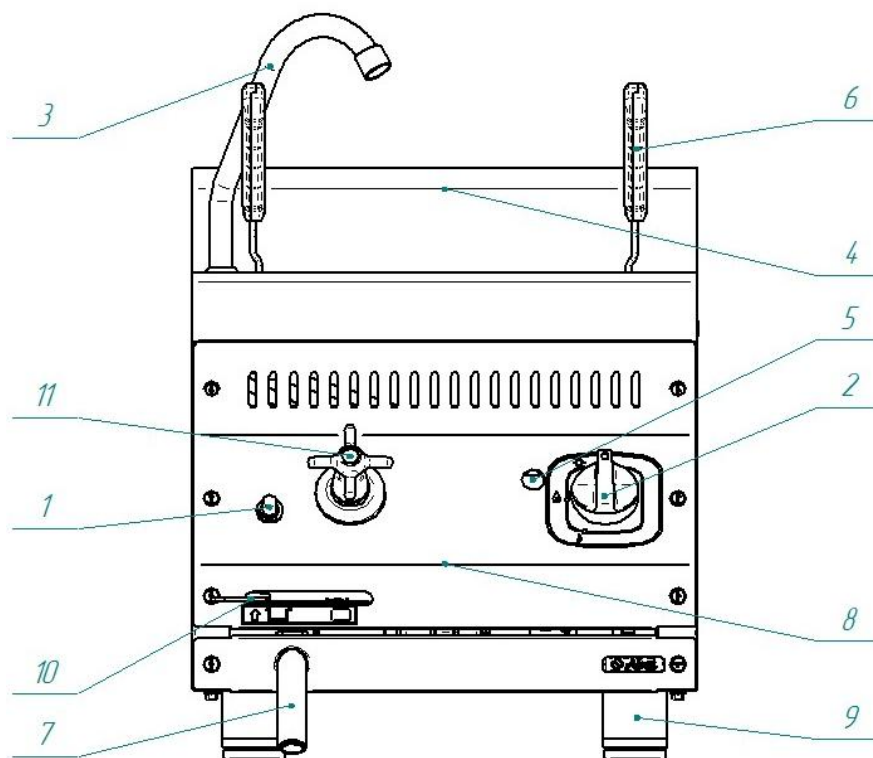
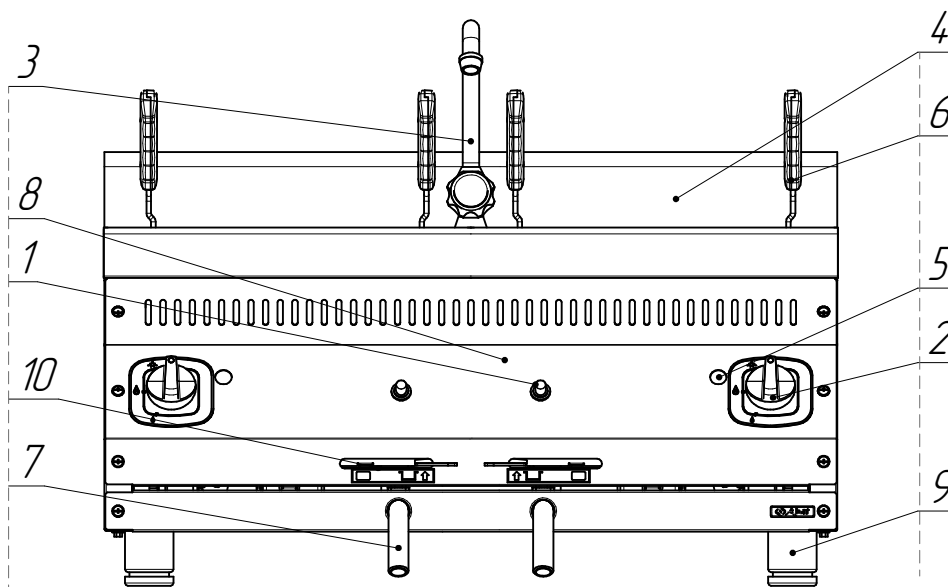
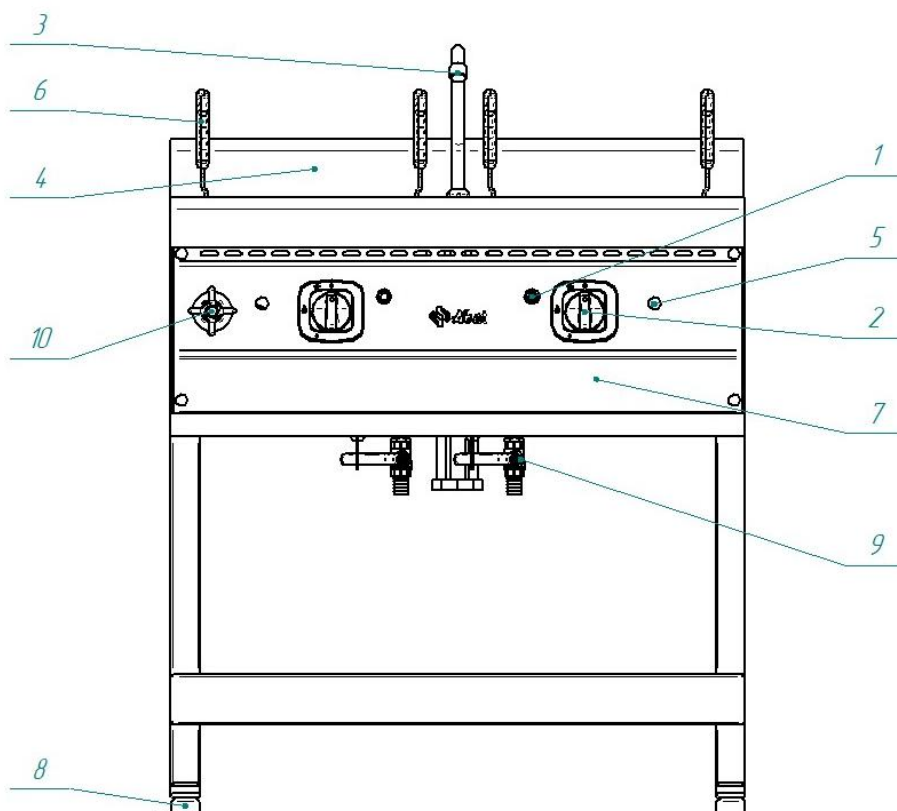

Рис. 1. Газоварка ГВК-40Н
Рис. 2. Газоварка ГВК-80/2Н
Рис. 3. Газоварка ГВК-90/2П
4.1 Устройство газовой варки показано на рис.1, рис.2 и рис.3.
Нажмите на ручку крана горелки и поверните ее против часовой стрелки, установив символ искры зажигания ★ напротив метки на панели управления (рис. 2а). Нажав до упора, одновременно произведите поджог газа при помощи пьезорозжига. Удерживайте ручку крана в течение не менее 15 секунд, после чего отпустите. После проведения вышеуказанных операций необходимо проконтролировать наличие горения газа, для чего необходимо посмотреть в смотровое окно 5 (рис.1-3), в котором можно наблюдать наличие пламени. Пламя должно быть устойчивым. Если пламя не горит, повторите операцию.
Для доступа к муфте необходимо снять лицевую панель 8 для ГВК-40Н и ГВК-80/2Н (см. рис. 1 и рис.2), предварительно отвернув крепежные винты и сняв ручку крана 2. На ГВК-90/2П муфта находится в задней части изделия рядом с точкой подключения газа. Вывинтить затяжной винт и подключить к ней гибкий шланг “U”-образного манометра;